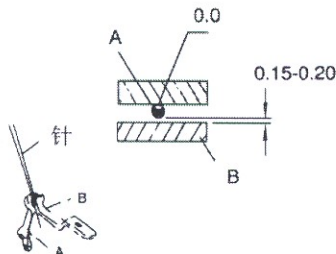

Figura 21
- Quando a ponta do lançador estiver do lado oposto da linha central da agulha (da esquerda, se houver duas agulhas), o espaço entre a agulha e o protetor de agulha 'A' é de 0 mm. Quando a agulha se mover para a posição mais baixa, o espaço entre a agulha e o protetor de agulha 'B' é de 0,15 a 0,20 mm, conforme a Figura 21.